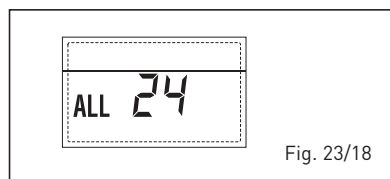

Fig. 23/18
- ANOMALIA Sonda BOLLITORE SOLARE (S2) “ALL 25” (fig. 23/19)